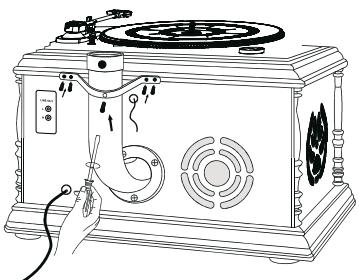

rys. 5.
- Zobacz **rys. 5.** Postaw obudowę urządzenia RTCC411RIP na płaski stół. Ustaw otwór w dolnej części rury (D) naprzeciw otworu w obudowie tak, że otwarty koniec rury jest skierowany do góry. Do otworów zaśrubuj trzy śruby C (G) zgodnie z ruchem wskazówek zegara. Dokręć śrubokrętem krzyżakowym.